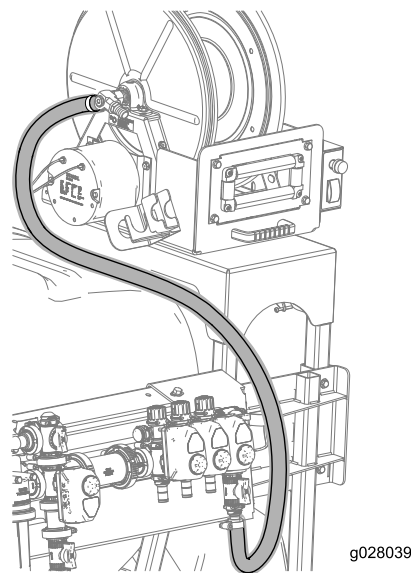

Figura 16
9. Conecte la manguera (71 pulgadas) al conector de manguera del carrete de la manguera, y sujete la manguera con una abrazadera, según se muestra en Figura 16.